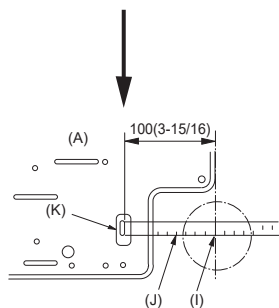

Fig. 3-2
3.2.1. Installation du panneau de montage et mise en place des tuyaux (Fig. 3-2)